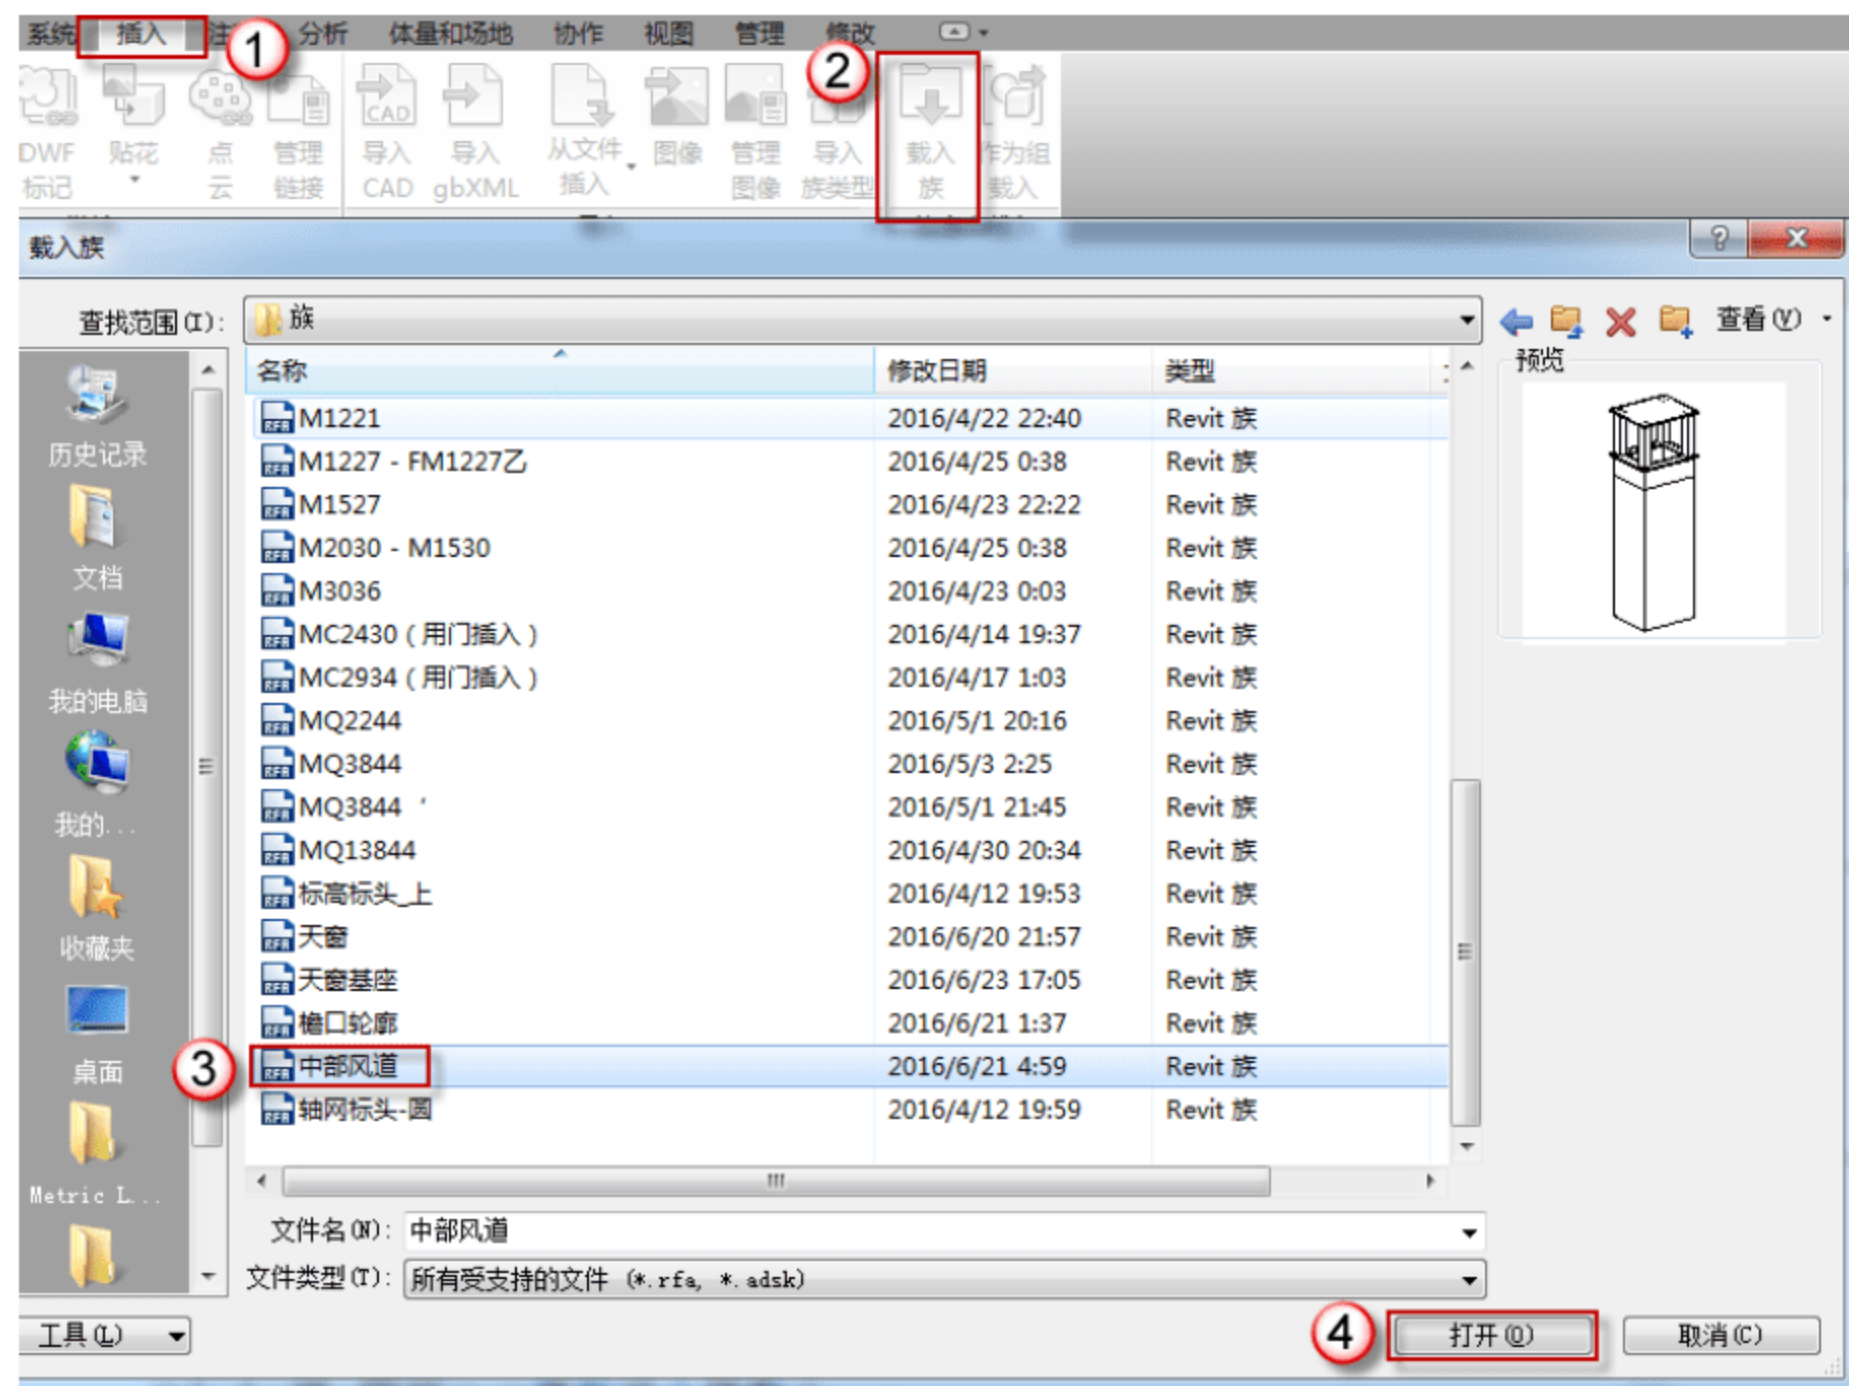

图 12.3.30 插入“中部风道”族
(25) 载入“中部风道”族。选择“插入”→“载入族”命令，在弹出的“载入族”对话框中找到“中部风道”族，单击“打开”按钮，如图 12.3.30 所示。